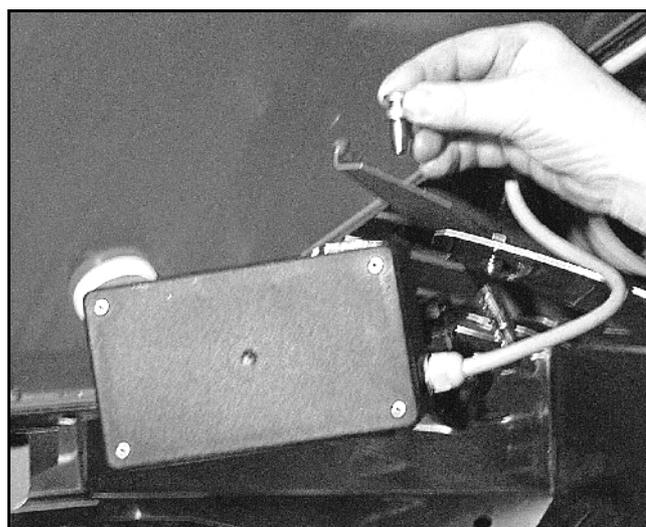

Fig. 6
- Rimuovere le due spine (Fig. 6/1).